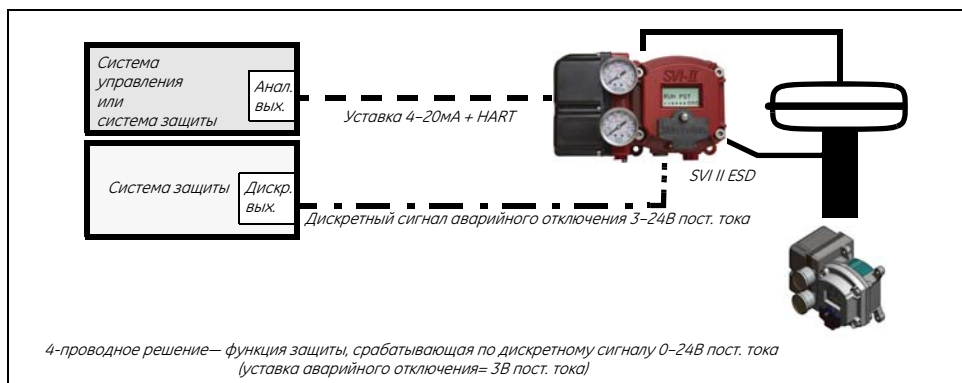

Рисунок 14 Конфигурация с аналоговым питанием и дискретным запросом безопасности (A/DSD)
В конфигурации с аналоговым питанием и дискретным запросом безопасности используются: сигнал на входе питания 4–20мА с наложением данных, передаваемых по протоколу HART®, для системы управления и 2-проводный сигнал 24В пост. тока для системы защиты (Рисунок 14).
1. Ослабьте четыре (4) винта крышки и снимите крышку SVI II ESD.
2. Подсоедините клеммы +/- источника тока к разъему *4 - 20mA IN* (Вход 4–20мА) (на клеммной панели). Клемма + источника тока должна быть подключена к разъему + на клеммной панели, то же справедливо для клеммы -. См. рис. 14 на стр. 45.